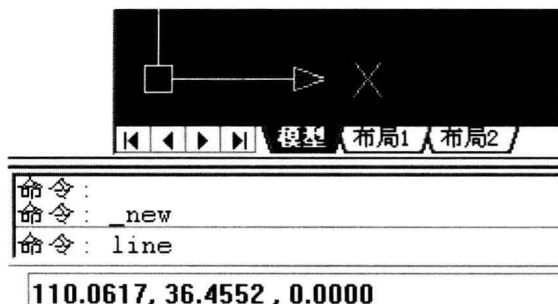

图 6-17
1. 打开 CAD，全部取默认的参数。直接在软件屏幕的左下角的命令输入栏里输入“line”，然后按回车键，如图 6-17 所示。